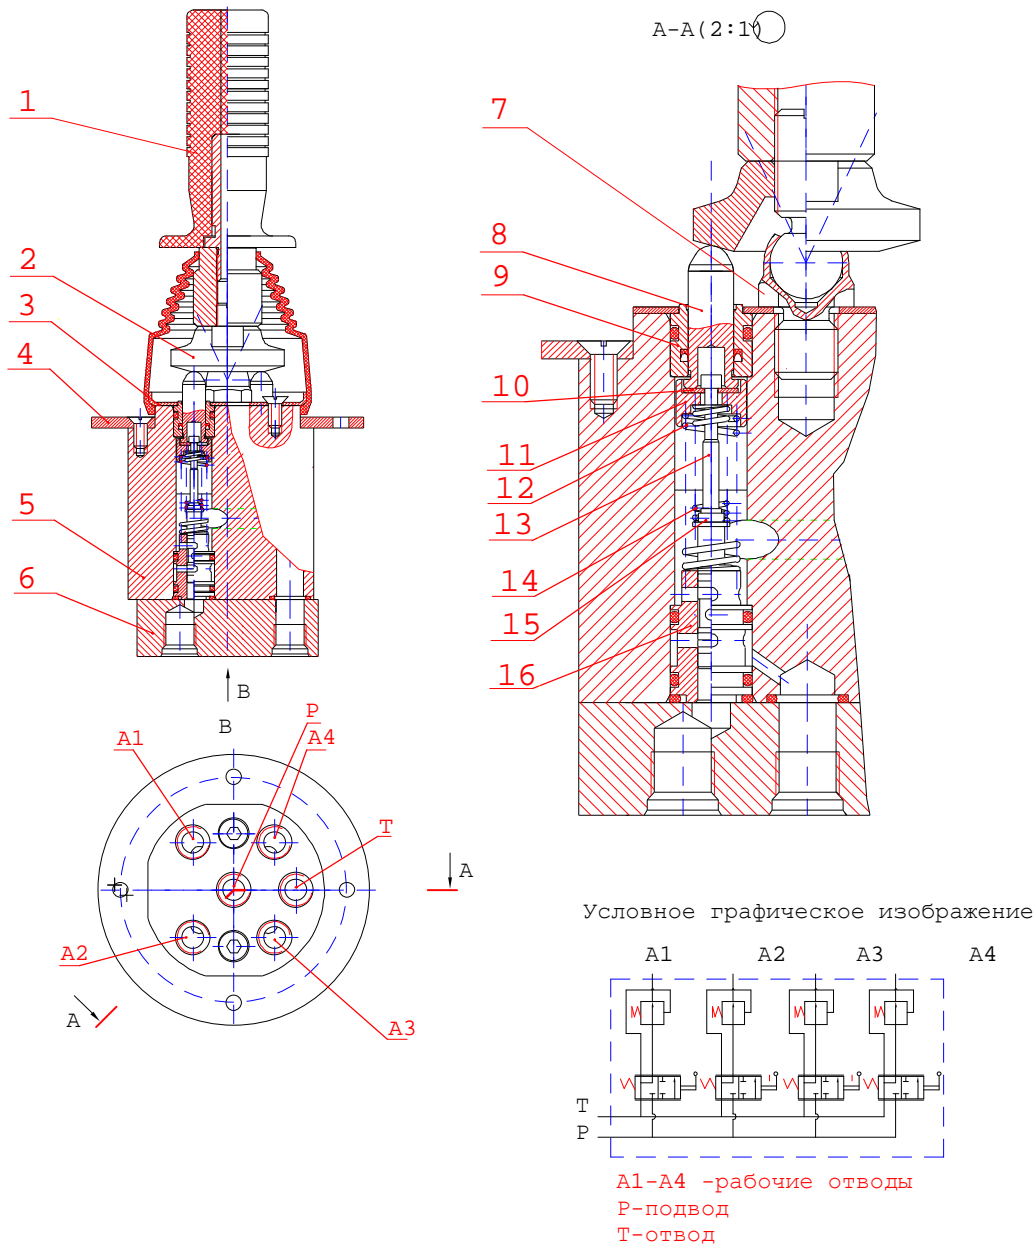

Рис. 38 Блок управления с одним рычагом
1) **блок управления I** (рис. 38) - четырехзолотниковый с рычагом управления на шаровом шарнире, с возможностью одновременного включения одного или двух смежных золотников с возвратом в нейтральное положение рычага при снятии с него управляющего усилия;